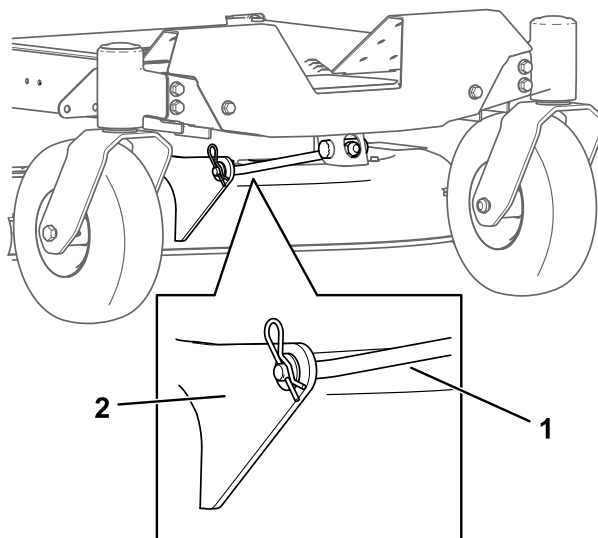

Bild 72
5. Entfernen Sie den Splint von der vorderen Stützstange und nehmen Sie die Stange aus der Mähwerkhalterung (Bild 72).
8. Befestigen Sie die vordere Stützstange mit den Lastösenbolzen und Splints am Mähwerk (Bild 72).